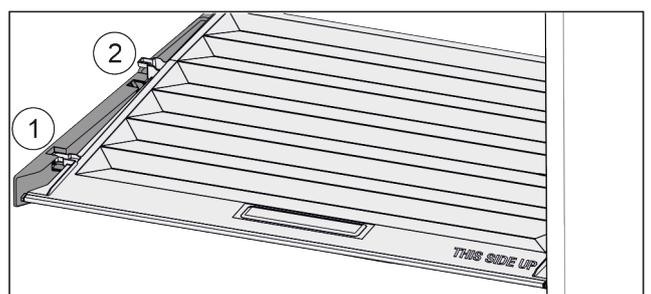

Fig. 24
- ▶ Tirer le couvercle vers l'avant jusque dans l'orifice des pièces de retenue Fig. 24 (1).
- ▶ Le soulever par le bas à l'arrière et le sortir par le haut Fig. 24 (2).